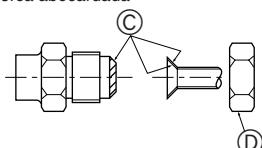

Fig. 4-1
Tabla 1 (Fig. 4-1)
4.2. Tubos de conexión (Fig. 4-1)
- Aplique una capa delgada de aceite refrigerante a la superficie tubo y de la junta de asiento antes de apretar la tuerca de abocardado. (A)
- Utilice dos llaves de apriete para apretar las conexiones de los tubos. (B)
- Aplique aceite refrigerante para máquinas en toda la superficie abocinada. (C)
- Utilice las tuercas abocardadas que se encuentran adjuntas a la unidad. (D)
- ① Las tuberías se deben conectar empezando por la unidad interior.